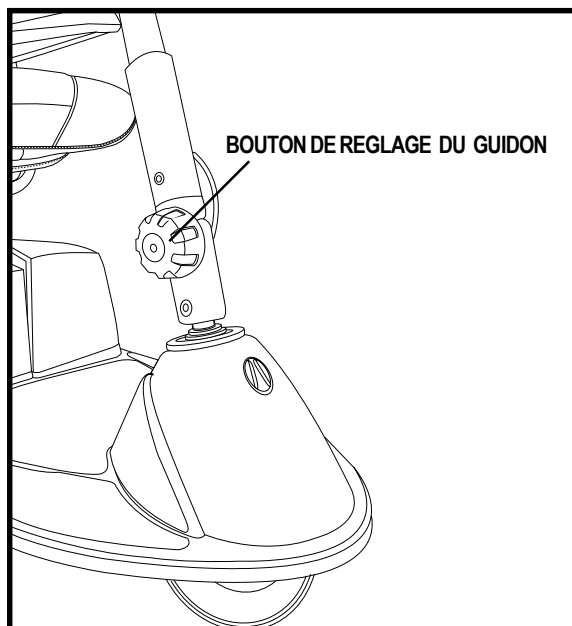

Figure 10. Réglage du guidon
1. Desserrez la poignée de réglage dans le sens opposé à l'horaire. Voir figure 10.